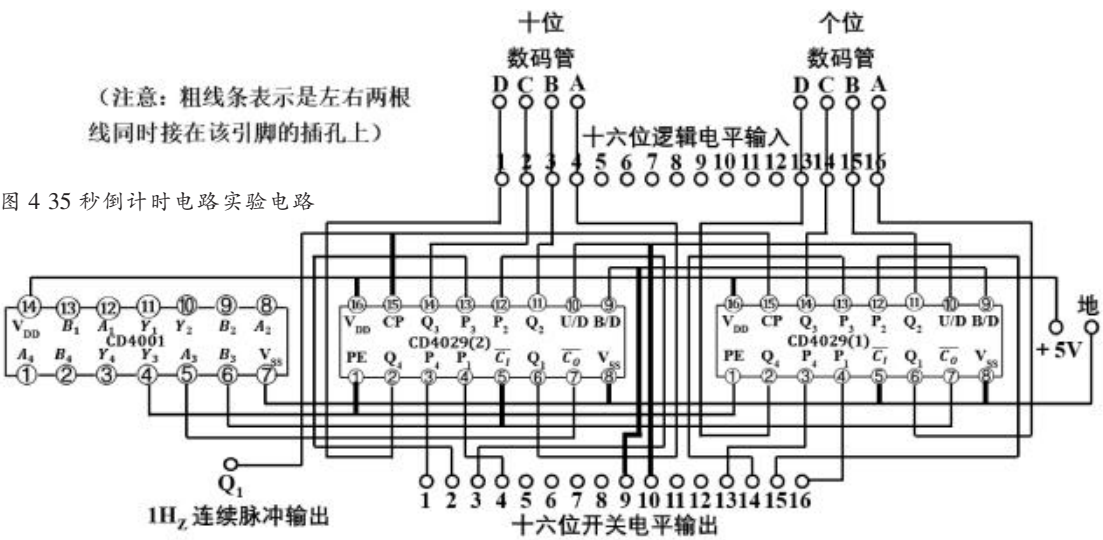

图 4 35 秒倒计时电路实验电路
①关断交流电源开关,关断直流稳压电源的 5V 电源开关。
②把一个 CD4001 集成块插入实验装置上的一个 14 脚集成块插座中,再把两块 CD4029 集成块分别插入实验装置上的两个 16 脚集成块插座中,然后按图 4 所示的实验电路进行线路连接。
③对照图 4,逐一检查每根导线连接是否正确无误且没有遗漏。
④确认线路连接正确无误后,把十六位开关电平输出中的第 9 位开关和第 10 位开关分别拨向高和低,即把 CD4029 设置成二进制减法计数器,再把十六位开关电平输出中的第 1 位、第 2 位、第 3 位、第 4 位、第 13 位、第 14 位、第 15 位和第 16 位开关分别拨向低、低、高、高、低、高、低和高,即把预置数设置为 0011 0101。
⑤接通交流电源开关,接通直流稳压电源的 5V 电源开关,这时可看到十六位逻辑电平输入中的第 1 只、第 2 只、第 3 只、第 4 只、第 13 只、第 14 只、第 15 只、第 16 只发光管一直按灭、灭、亮、亮、灭、亮、灭、亮→